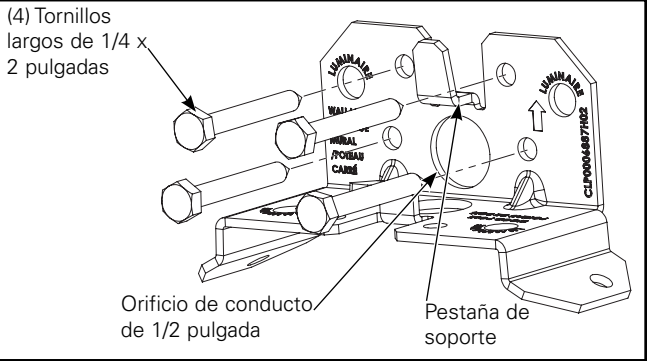

Figura 2.
- **Montaje en pared / poste cuadrado:** Coloque el soporte (montaje en pared / poste cuadrado) contra la superficie de montaje con la flecha del soporte hacia arriba. (Figura 2.)